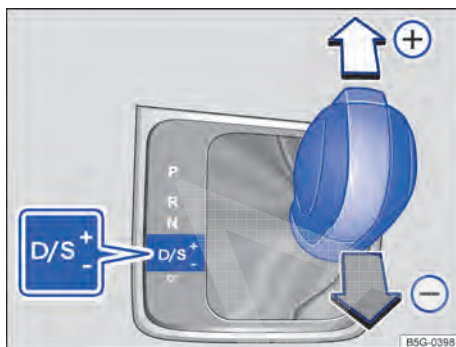

Fig. 140 Alavanca seletora na posição Tiptronic.
- Mover a alavanca seletora para frente (+) ou para trás (-) para aumentar ou diminuir a marcha → Fig. 140.